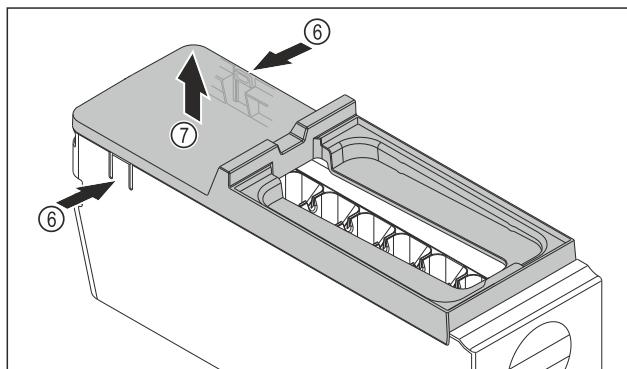

Fig. 146
- Odstráňte kryt korpusu EasyTwist-Ice: strmene Fig. 146 (6) na oboch stranách korpusu EasyTwist-Ice zatlačte rukou.
- Kryt Fig. 146 (7) odoberte druhou rukou smerom nahor.